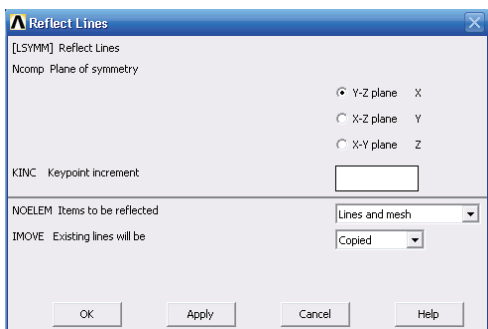

图 2-38 映射线段对话框
16) 选择 Main Menu | Preprocessor | Modeling | Reflect | Lines 命令, 出现 Reflect Lines 拾取菜单, 单击 Pick All 按钮, 出现 Reflect Lines 对话框, 在 Ncomp Plane of symmetry 选项中选择 Y-Z plane X, 如图 2-38 所示, 单击 OK 按钮关闭该对话框。